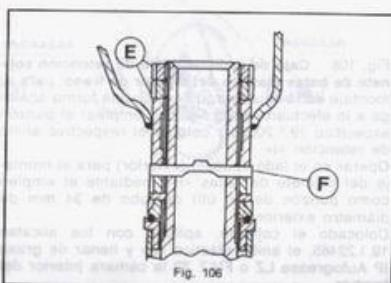

Fig. 106
**Fig. 106. Manillar:** introducir en el tubo de la dirección la arandela de orientación «F», posicionar el manillar, montar la tuerca de bloqueo de la dirección «E» y mediante la llave 19.1.20055 apretarla a 100-110 Nm (10-11 kgm). A continuación enroscar el vástago superior «E» y, de forma análoga a lo efectuado para el vástago inferior, apretarlo a 100-110 Nm (10-11 kgm).